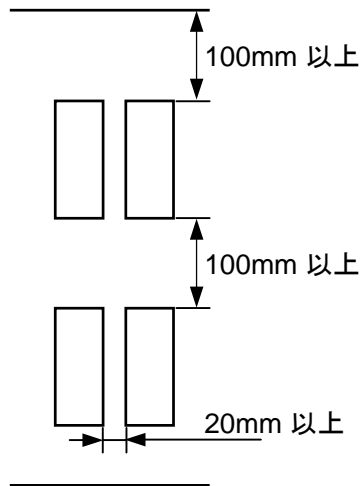

図 3.3-3
- ・ 本器を複数並べてご使用の場合は図 3.3-3 をご参照ください。